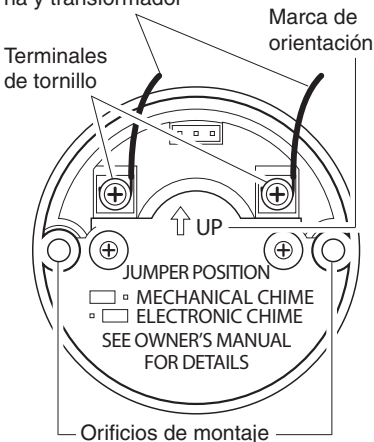

Figura 1 - Conecte los conductores de la campana al pulsador (vista posterior del pulsador)
1. Conecte los dos conductores de su campana y transformador a los terminales de tornillo de la parte posterior de su pulsador (vea la Figura 1). Presione el pulsador para probar el funcionamiento.